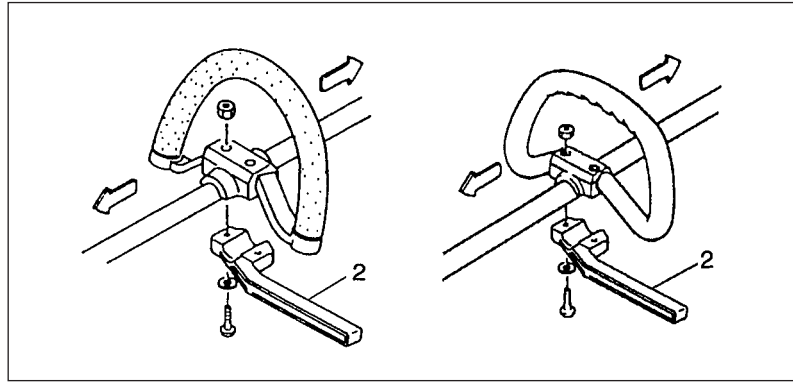

Fig. 1-2
Verwenden Sie immer einen Messerschutz (2) wenn Sie eine starre/stählerne Klinge auf einer Motorsensen mit einer geraden Welle benutzen. (Fig. 1-2)